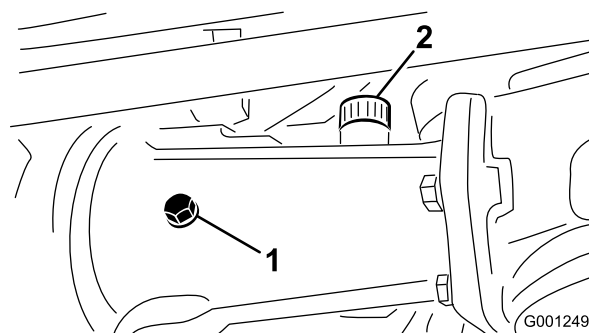
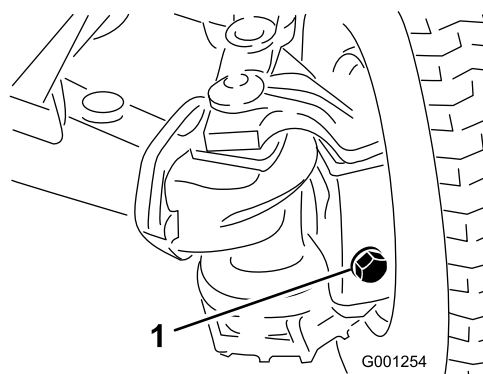

Figura 27
Figura 28
2. Togliete i tappi di controllo dal ponte posteriore e verificate che il lubrificante raggiunga la base di ciascun foro. Se il livello è basso togliete i tappi di riempimento e rabboccate con lubrificante fino alla base dei fori del tappo di controllo (Figura 27 e Figura 28).